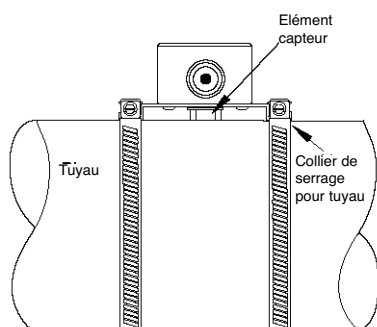

Figure 3 Installation de la sonde de température de surface de tuyauterie TE-704 B, C ou D
2. Appliquer une fine couche de pâte thermique A-505 sur la sonde. Voir la Figure 3.